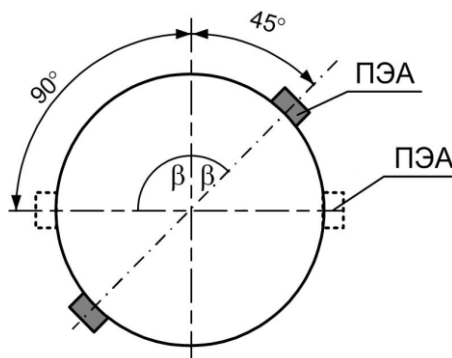

Рис.5. Рекомендуемые положения ПЭА при установке расходомера.
- 3.2.3. При установке ПП на трубопровод, рекомендуется располагать его таким образом, чтобы продольная плоскость ПЭА (плоскость, проходящая через пару ПЭА вдоль оси трубопровода) составляла с вертикалью угол $\beta = 45^\circ - 90^\circ$ (рис.5).